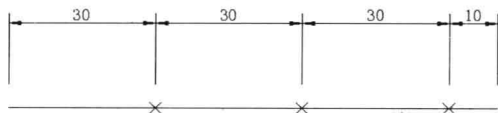

图 3-6-4
- (1) 单击“直线”按钮，单击，输入“@100, 0”，按两次 Enter 键，绘制直线。
- (2) 选择菜单命令“绘图/点/定距等分”或单击“定距等分”按钮，单击直线。
- (3) 命令行提示“指定线段长度或 [块 (B)]”，输入“30”，按 Enter 键，在直线上创建多个等距离点对象，两点之间距离为 30，只有最后一段小于 30，如图 3-6-4 所示。